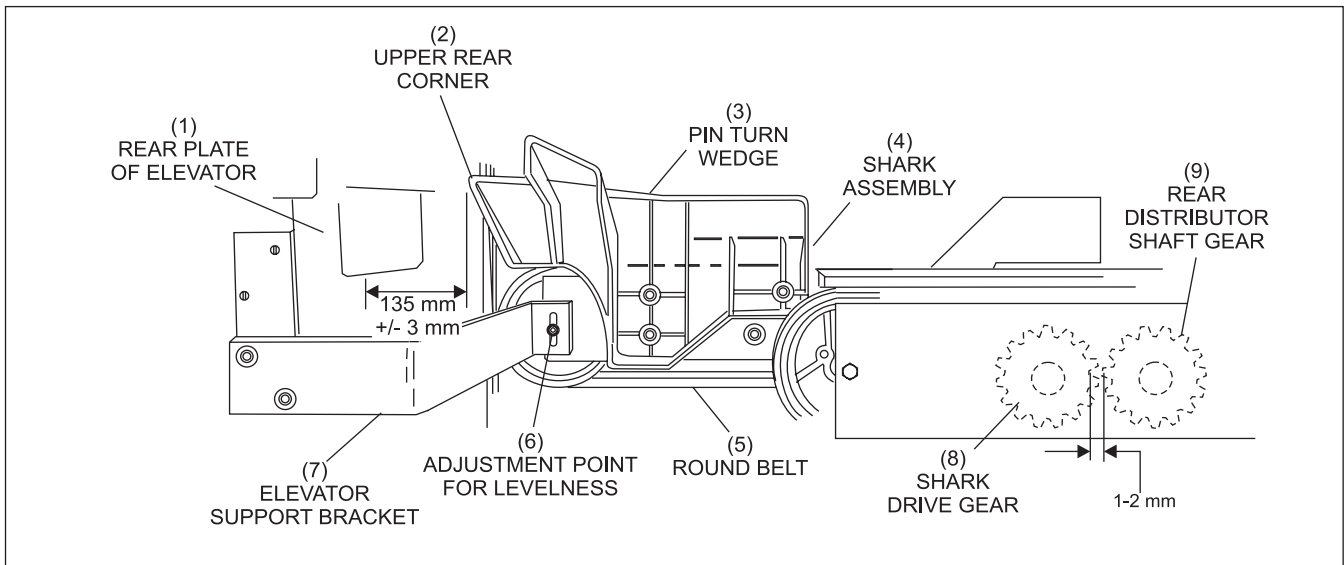
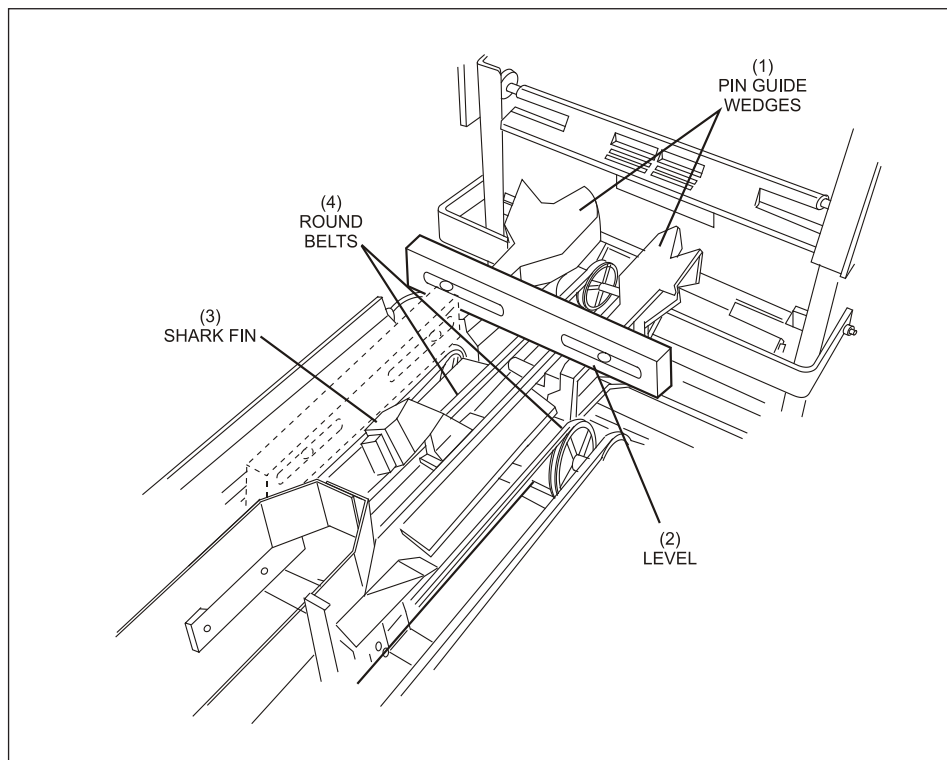
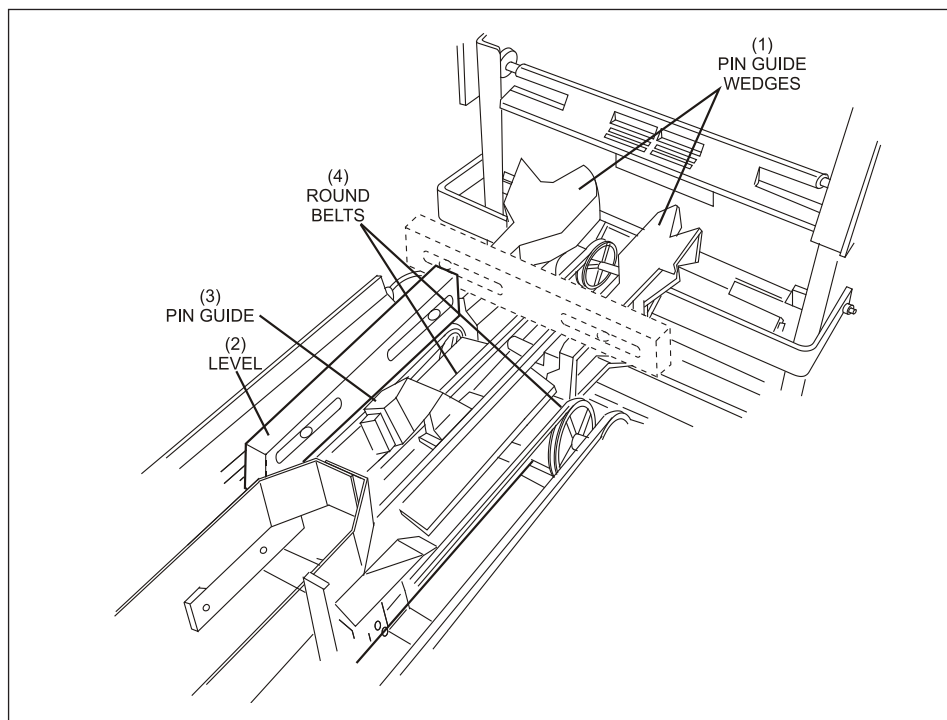

Abbildung 5-20. Positionieren der Pin-Drehkeile
Abbildung 5-21. Nivellierung des Zuführungsschalters – seitlich
Abbildung 5-22. Nivellierung des Zuführungsschalters – vorne nach hinten
Die obere hintere Ecke jedes Pin-Drehkeils muss sich 135 mm $\pm$ 3 mm von der hinteren Platte des Förderers befinden und bei den Zahnrädern zwischen der Zuführung und dem Verteiler muss ein Zahnabstand von ca. 1-2 mm bestehen. Bewegen Sie den Riemen mit der Hand vor und zurück und achten Sie auf ein Spiel von 1-2 mm, um den ordnungsgemäßen Zahnabstand zu bestätigen. Siehe *Abbildung 5-20*. Dies gewährleistet die ordnungsgemäße Platzierung der Pins in der Zuführung.
- a. Lockern Sie die Pin-Drehkeil-Befestigungsteile und positionieren Sie den Keil im Abstand von 135 mm. Ziehen Sie die Befestigungsteile wieder an. Siehe *Abbildung 5-20*.
- b. Stellen Sie die Zuführung so ein, dass die Pin-Drehkeile seitlich gerade ausgerichtet sind und von hinten nach vorne leicht ansteigen (ca. 2 Grad oder 1/2 Luftblase auf der Wasserwaage). Siehe *Abbildung 5-21* und *Abbildung 5-22* zur richtigen Positionierung der Wasserwaage und *Abbildung 5-20* für den Einstellungspunkt.
- (1) PIN-KEILFÜHRUNGEN
- (2) HEBEL
- (3) ZUFÜHRUNG
- (4) RUNDRIEMEN